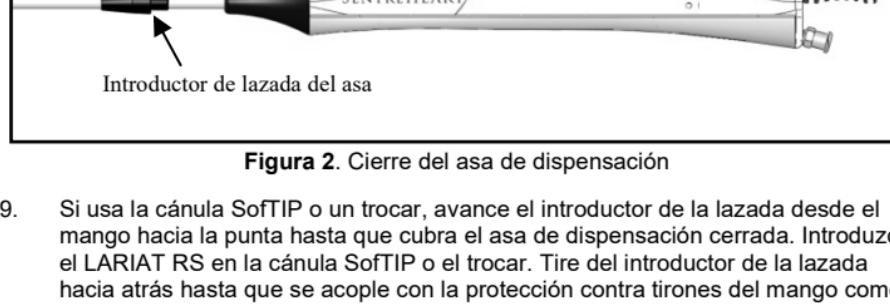

Figura 2. Cierre del asa de dispensación
8. Cierre el asa de dispensación del LARIAT RS accionando el botón deslizante del asa situado en la parte superior del mango como se ilustra en la figura 2. Retraiga el botón deslizante del asa hasta llegar al tope (indicado por el símbolo "") o hasta que note resistencia.